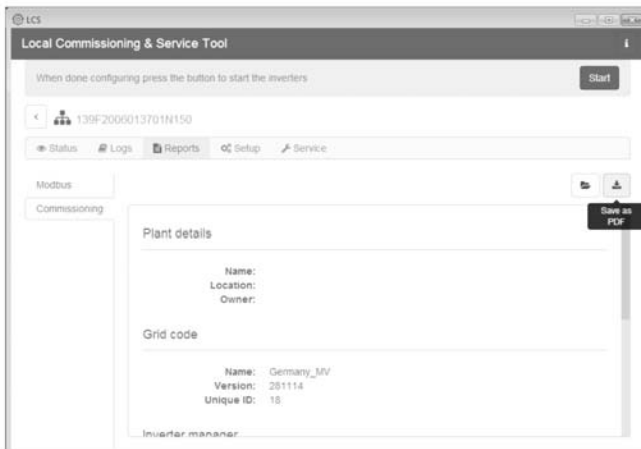

Figure 5.9 LCS-Tool - Rapport de mise en service
13. Lors de la mise en service, il est possible de télécharger un rapport de mise en service dans le menu « **Reports** ». Le rapport contient toutes les informations concernant les réglages de l'onduleur, y compris les valeurs de déconnexion réelles de chaque onduleur. Voir figure 5.9.